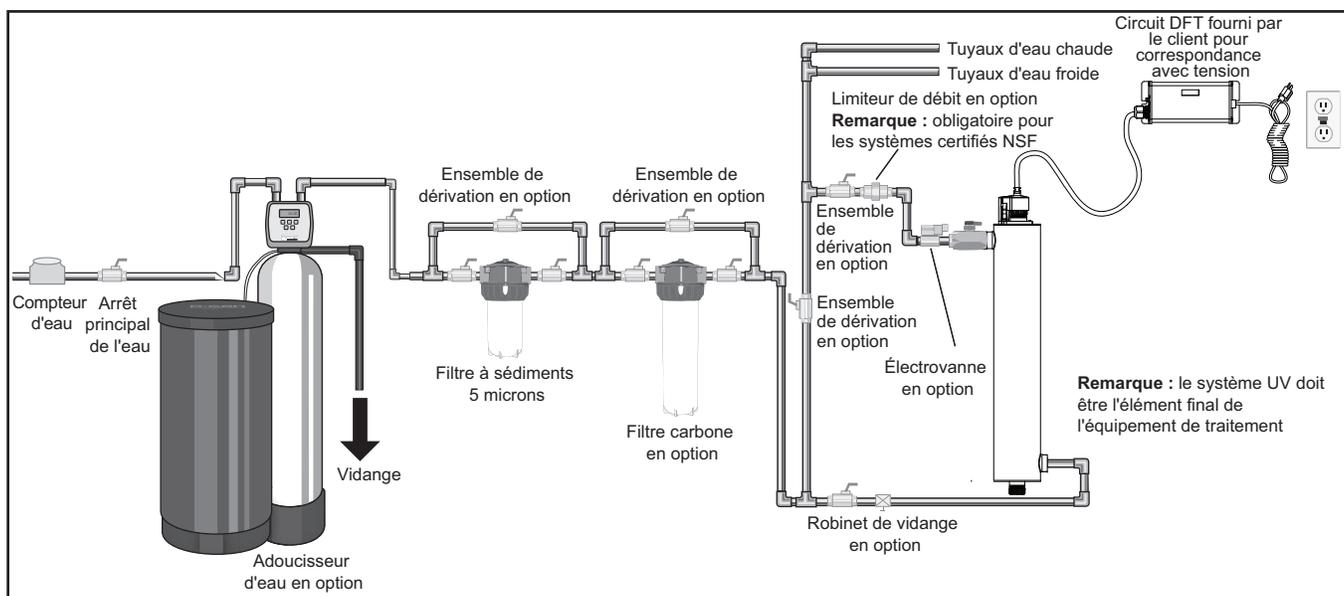

Figure 3 Système de Traitement UV
1. **Figure 3** décrit l'installation d'un système de UV et des composants connexes qui peuvent être utilisés pour l'installation. L'utilisation d'un ensemble de dérivation est recommandée dans le cas où le système nécessite une maintenance « hors ligne ». Dans ce cas, système nécessite une désinfectante supplémentaire pour le système de distribution si de l'eau est utilisée pendant la dérivation. De plus, pendant la dérivation, l'eau NE sera PAS traité et une étiquette « NE PAS CONSOMMER L'EAU » doit physiquement être installée sur l'ensemble de dérivation jusqu'à ce que le système soit assaini et à nouveau en service. Pour plus d'informations, consultez la Section 3.2. Si l'eau doit être consommée pendant que le système est hors ligne, l'eau doit être bouillie pendant vingt minutes avant d'être consommée.